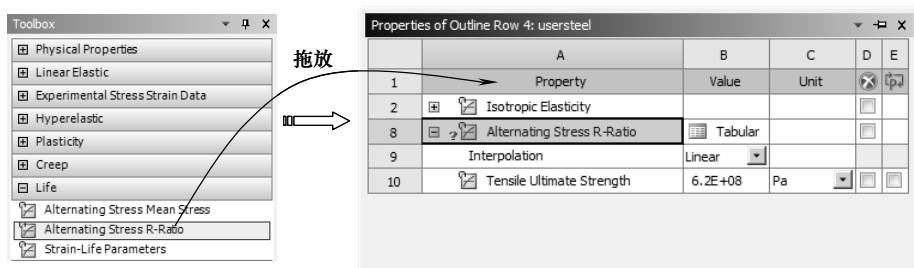

图 7-20 添加 S-N 属性
5) 同理，在【Toolbox (工具箱)】中【Life】下的【Alternating Stress R-Ratio】选项上按住鼠标左键，拖动到 A1 栏的【Property】选项上，放开鼠标创建 S-N 属性，如图 7-20 所示。